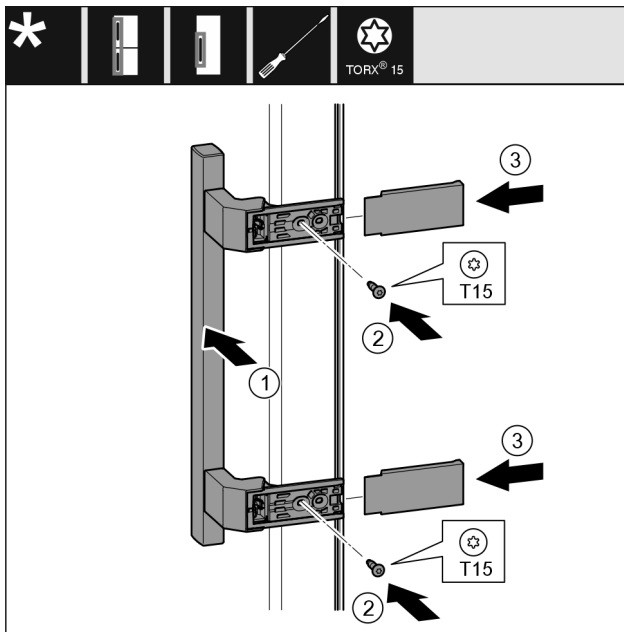

Fig. 26
- ▶ Placer la poignée Fig. 26 (1) du côté opposé.
- ▶ Serrer les vis Fig. 26 (2) avec un tournevis.
- ▶ Placer les caches Fig. 26 (3) sur le côté et les faire glisser.